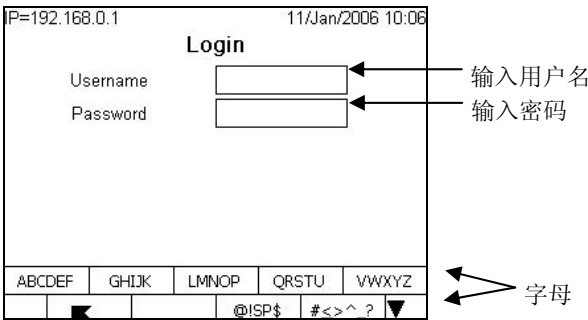

图 3-2: 登录窗口
- E. 按确认键使光标定位在用户名（username）输入框里，此时软键自动切换成字符键。（见图 图 3-2).